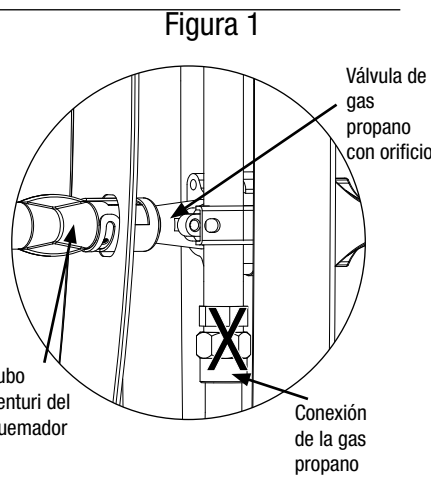

Figura 2
3. Todas las perillas tienen que estar en la posición "APAGADO". Vea la Figura 2.